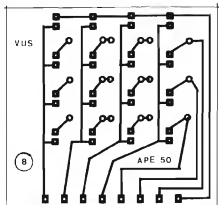

Fig. 3
**FIG. 3 - LAY OUT DO CIRCUITO IMPRESSO ESPECÍFICO - PLACA "B"** - A placa que contém os LEDs é também simples na sua configuração de ilhas e pistas... Não se esqueçam do recomendado rigor mecânico (posicional, dimensões, afastamentos, etc). Observar a barra de 8 contatos (na borda inferior da figura), correspondente aos pontos de "casamento" com a outra placa (A). Assim